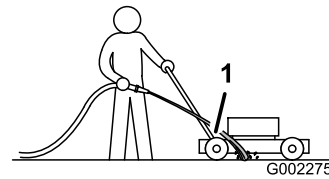

Figura 27
3. Sujete la manguera a la altura del manillar y dirija el agua para que fluya sobre el suelo justo por delante de la rueda trasera derecha (Figura 27).